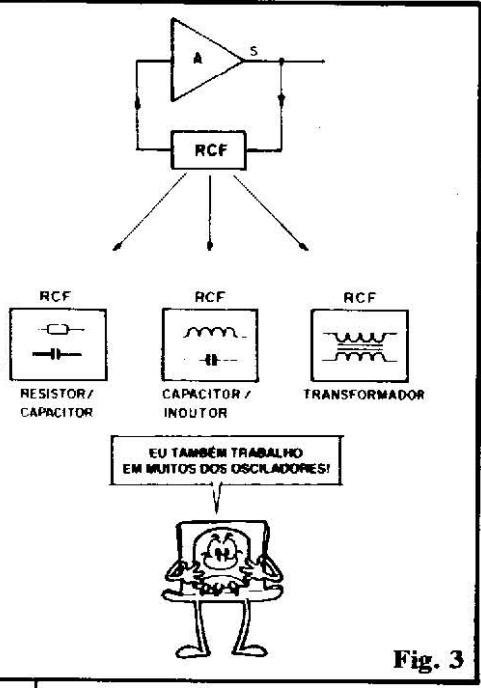

Fig. 3
- FIG. 3 - Basicamente, esse acoplamento entre a Saída e a Entrada de um mesmo bloco amplificador (na intenção de se “fazer” um OSCILADOR) em nada difere dos acoplamentos entre dois blocos distintos de amplificação (conforme vimos na “Aula” anterior do ABC). Assim, a tal Realimentação/Correção de Fase (RCF, para simplificar...) pode ser implementada na forma de conjuntos RC (Resistor/Capacitor), ou IC (Indutor/Capacitor) ou mesmo com Transformadores... De qualquer maneira, é fundamental promover um “caminho” controlado para o sinal e que, ao mesmo tempo, determine um “retardo” ao dito sinal, através do qual podemos, com facilidade, fixar a FREQUÊNCIA ou ritmo com que a manifestação oscilatória acontecerá! Tem uma coisa IMPORTANTE: devido às naturais “perdas” que o sinal sofre na própria RCF, apenas conseguiremos fazer um bloco amplificador oscilar, se o ganho (fator de amplificação) de tal bloco for - obviamente - maior do que 1 (de preferência bem maior do que 1...). Essa é a única maneira prática de podermos “furtar” uma parte do sinal de Saída (para re-aplicá-lo à Entrada) e ainda assim “sobrar” energia útil na Saída do